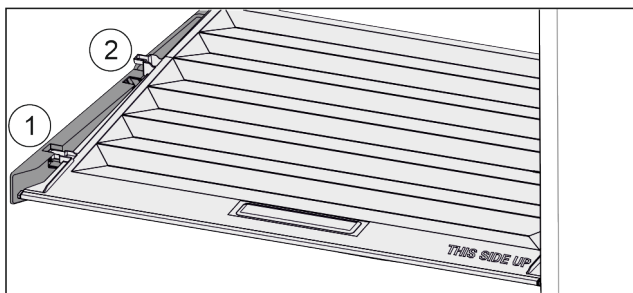

Fig. 54
- ▶ Vytáhněte víko dopředu až k otvoru v přídržných dílech Fig. 54 (1).
- ▶ Vzadu zesponu nadzvedněte a vyjměte směrem nahoru Fig. 54 (2).